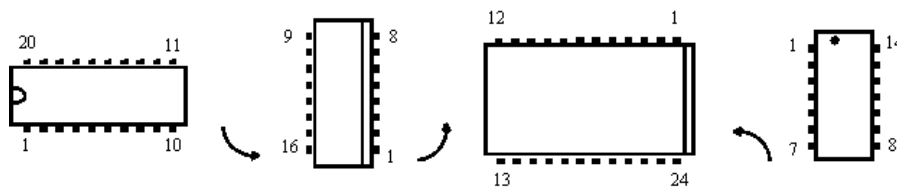

Figura 3 - Vista superior, em diferentes posições, da pinagem de um CI e suas diferentes formas de indicação.
A importância do estudo de portas lógicas está no fato de representarem os elementos básicos de construção da maioria dos circuitos digitais práticos. Quando se deseja construir um circuito lógico (ou digital) relativamente simples, usa-se o *kit* de laboratório inserindo-se circuitos integrados (CI's) digitais na área de montagem. A maioria dos CI's já é padronizada, e os mais comuns pertencem à série denominada 74xx. Os mais simples utilizam a tecnologia de Integração em Pequena Escala (SSI - Small Scale Integration). Como exemplo, veja o CI 7408, que contém quatro portas AND (E), cuja relação de suas entradas e saídas com os terminais pode ser vista na figura 3. Além de seu diagrama, são mostradas também as quatro formas de encapsulamento desse *chip* (CI), sendo que as duas primeiras são versões com pinos constituídas de tipos diferentes de material e as outras são versões cujos terminais não transpassam a placa de circuito impresso, ou seja, são destinadas a montagem em superfície (SMD – Surface Mouted Device).
Figura 3 – (a) Tipos de encapsulamentos e pinagem do 7408 associada a seu diagrama lógico; (b) na forma convencional e (c) conforme padrões IEC (europeu) e ANSI/IEEE (norte americano).